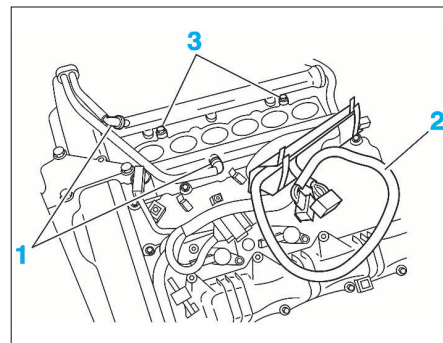

FIG. 55
- Déconnecter les sondes lambda arrière et déclipper les faisceaux sur la patte de levage (2).
- Débrancher les raccords carburant (1) (Fig.55).